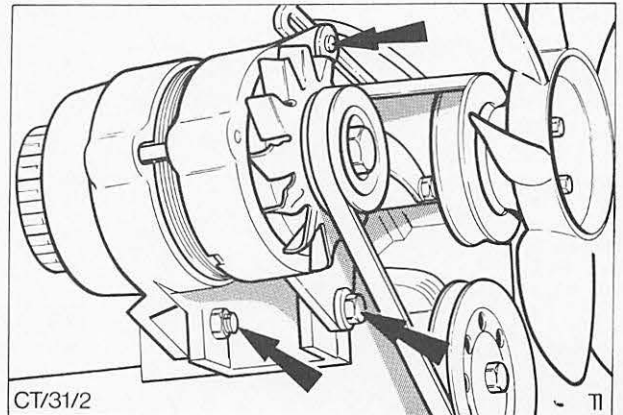

Abb. 39 Befestigungsschrauben – Drehstromlichtmaschine
4. Befestigungsschrauben der Lichtmaschine lösen, Abb. 39, und Lichtmaschine zum Motor hin schwenken.